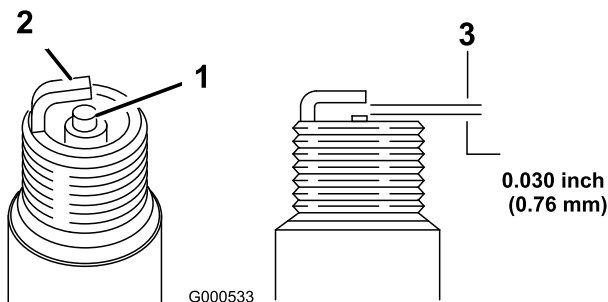

Figura 43
1. Controllate il centro delle candele (Figura 43).
2. Verificate la distanza tra gli elettrodi centrale e laterale (Figura 43), e se non è esatta piegate l'elettrodo laterale.